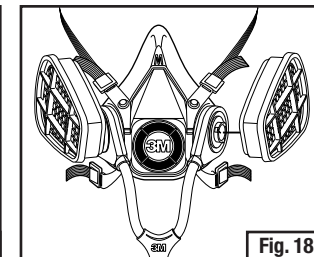

Fig. 18
3. Seleccione los cartuchos y filtros que cumplan con sus requisitos de protección respiratoria, y anexe las conexiones exteriores tipo bayoneta en los Tubos de respiración de línea de aire dual 3M™ SA-1600 o SA-2600 (Fig. 18).